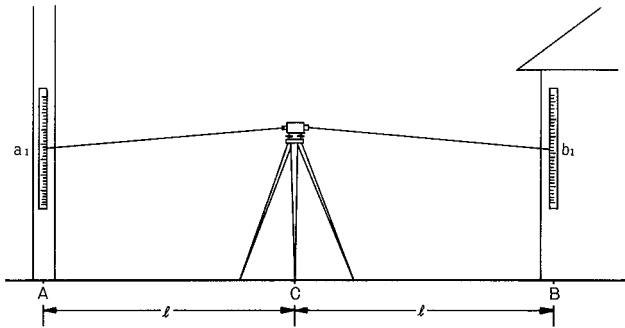

図 24
2. 後視して、A 点のスケールを読定し ( $a_1$ )、次に前視して B 点のスケールを読定 ( $b_1$ ) します。(図 24)